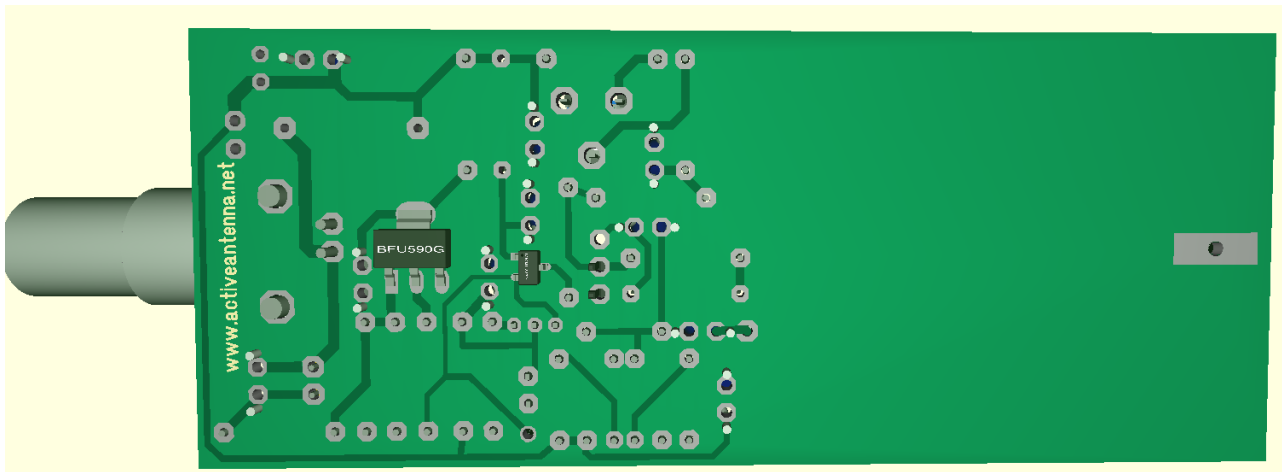

Bild 8 – Bauteile unten
- Zuerst bestückt man die SMD Transistoren T1 und T3 auf der Unterseite, der Kupferseite der Platine (Bild 8). Danach werden die bedrahteten Bauteile von oben bestückt und sauber verlötet und abgeschnitten. Zuerst die flachen und zum Schluss die hohen Bauteile wie z.B. die BNC Buchse. Ganz zuletzt die Fernspisedrossel.